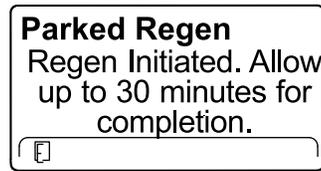

Figura 60
6. El InfoCenter muestra el mensaje con el tiempo necesario para completar la regeneración (Figura 60).